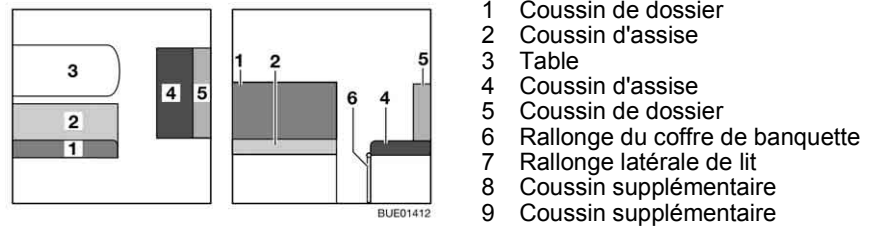

Fig. 120 Avant la transformation
- Convertir la table (Fig. 120,3) en sommier de lit (voir paragraphe 6.12).
- Déplier la rallonge du coffre de banquette (Fig. 120,6).
- Enlever le coussin de dossier (Fig. 120,1) et le placer de côté.
- Retirer le coussin de dossier (Fig. 120,5).